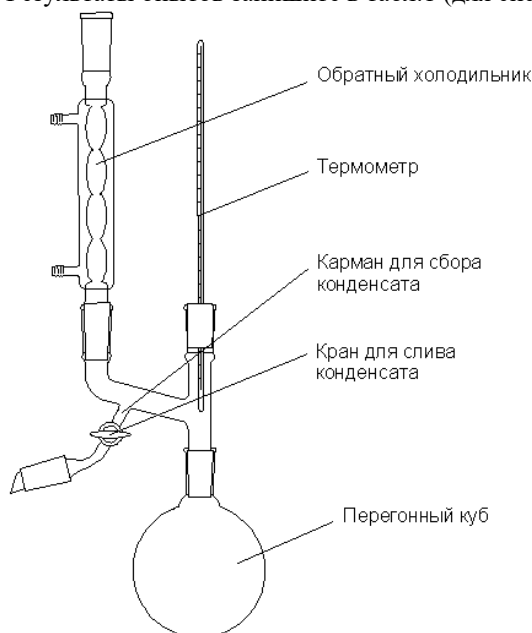

Рис. 1. Прибор Свентославского.
1. Сосуд для перегонки (рис. 1) через шлиф заполните на 2/3 его объёма исследуемой жидкостью. Для предотвращения бурного кипения и переброса жидкости опустите в неё 2-3 кусочка кирпича, обычно называемых «кипятилниками». Проверьте тока воды в холодильнике.